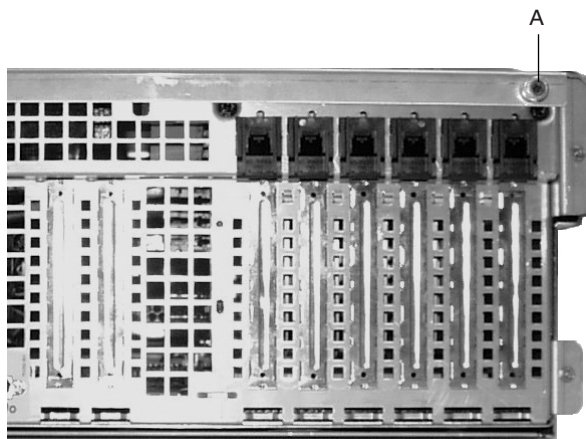

Figura 4-6 Tornillo mariposa de la cubierta superior
2. Libere los dos tornillos mariposa ubicados en la parte superior posterior del chasis. Uno de los dos tornillos mariposa se identifica con la letra "A" en la Figura 4-6.
2. Libere los dos tornillos mariposa ubicados en la parte superior posterior del chasis. Uno de los dos tornillos mariposa se identifica con una "A" en la Figura 4-6 en la página 88.